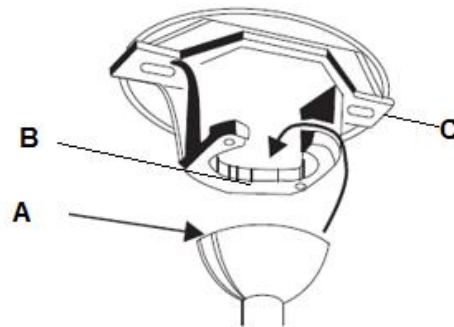

Abb. 9
4. Hängen Sie die komplette Ventilatorbaugruppe an die Montagehalterung. (Abschnitt „Einhängen des Ventilators“ und Abb. 9)
## **AUFHÄNGEN DES VENTILATORS (Abb. 9)**
Setzen Sie den kompletten Ventilator in die Halterung ein. Die Sicherungsnut (A) der Kugelaufhängung muss in den Anschlag (B) der Halterung (C) greifen, um ein Verdrehen des Ventilators im Betrieb zu verhindern. (Abb. 9)